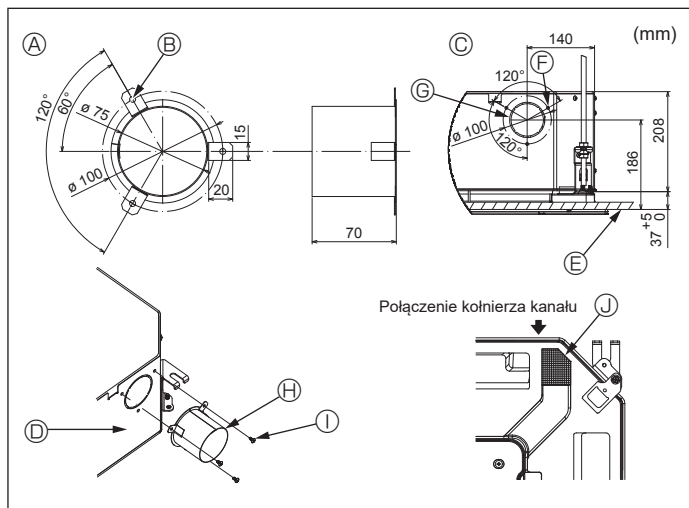

Fig. 4-3
4.3. Instalacja kanału (w przypadku wlotu świeżego powietrza) (Fig. 4-3)